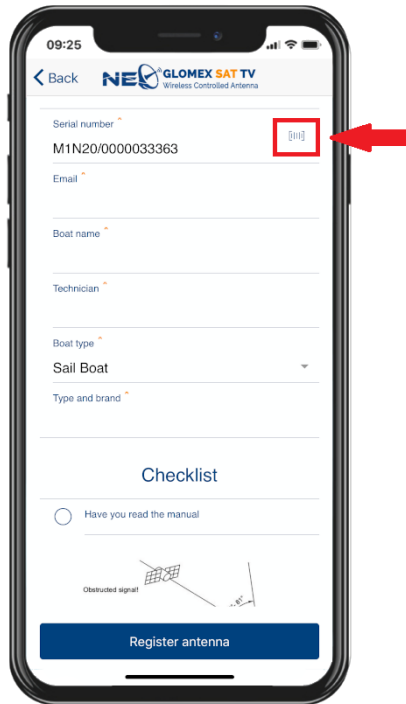

Fig. 47
- Cliccare sul pulsante codice a barre in alto a destra (**Fig. 47**), scansionare il codice a barre presente a pagina 2 del manuale d'uso della vostra antenna, sulla scatola d'imballaggio, sul retro dell'unità di controllo e sul disco parabolico. Completare la registrazione con i dati mancanti e la check list dell'installazione.